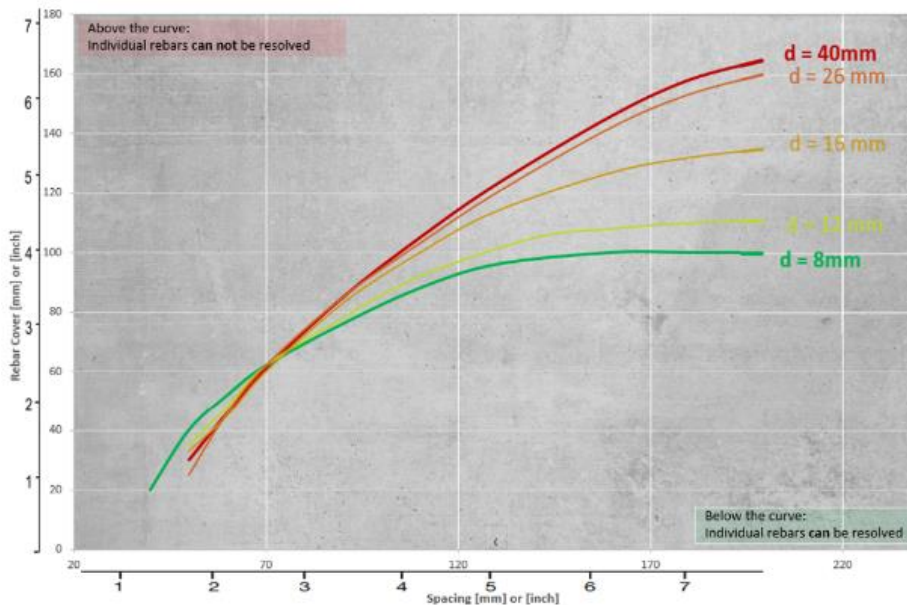

Abbildung 31: PM8000 Auflösungstabelle
- ! Es gibt eine Grenze für den Mindestabstand von Bewehrungsstäben, die differenziert werden kann. Dieser Wert ist abhängig von der Überdeckungstiefe und dem Bewehrungsdurchmesser. Es ist unmöglich, zwischen einzelnen Bewehrungsstäben oberhalb dieser Grenzen zu unterscheiden, die den Bewehrungsdurchmessern folgen, wie in Abbildung 31.